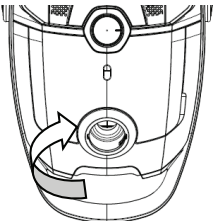

Рис. 9
Звільніть фіксатор передньої кришки (2), щоб відкрити передню кришку (3) (рис. 9).